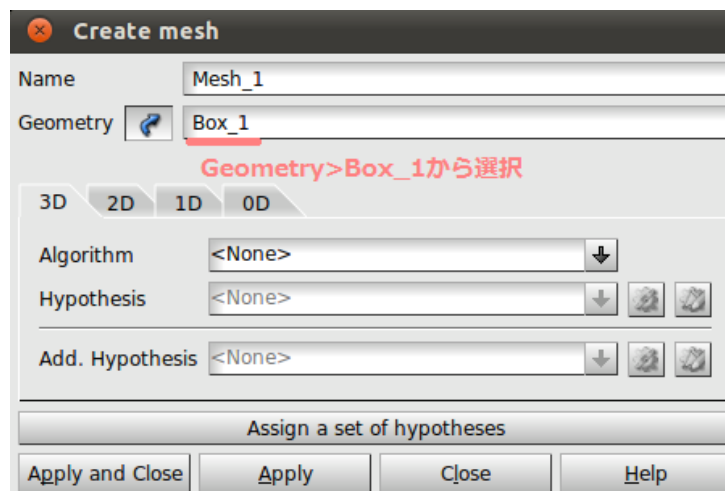

図 13 Create mesh
②メニューバーから Mesh→Create Mesh を選択する。
③表示されたウィンドウ「Create mesh」内の Geometry に Object Browser から Geometry>Box_1 を選択する。(参照：図 13)